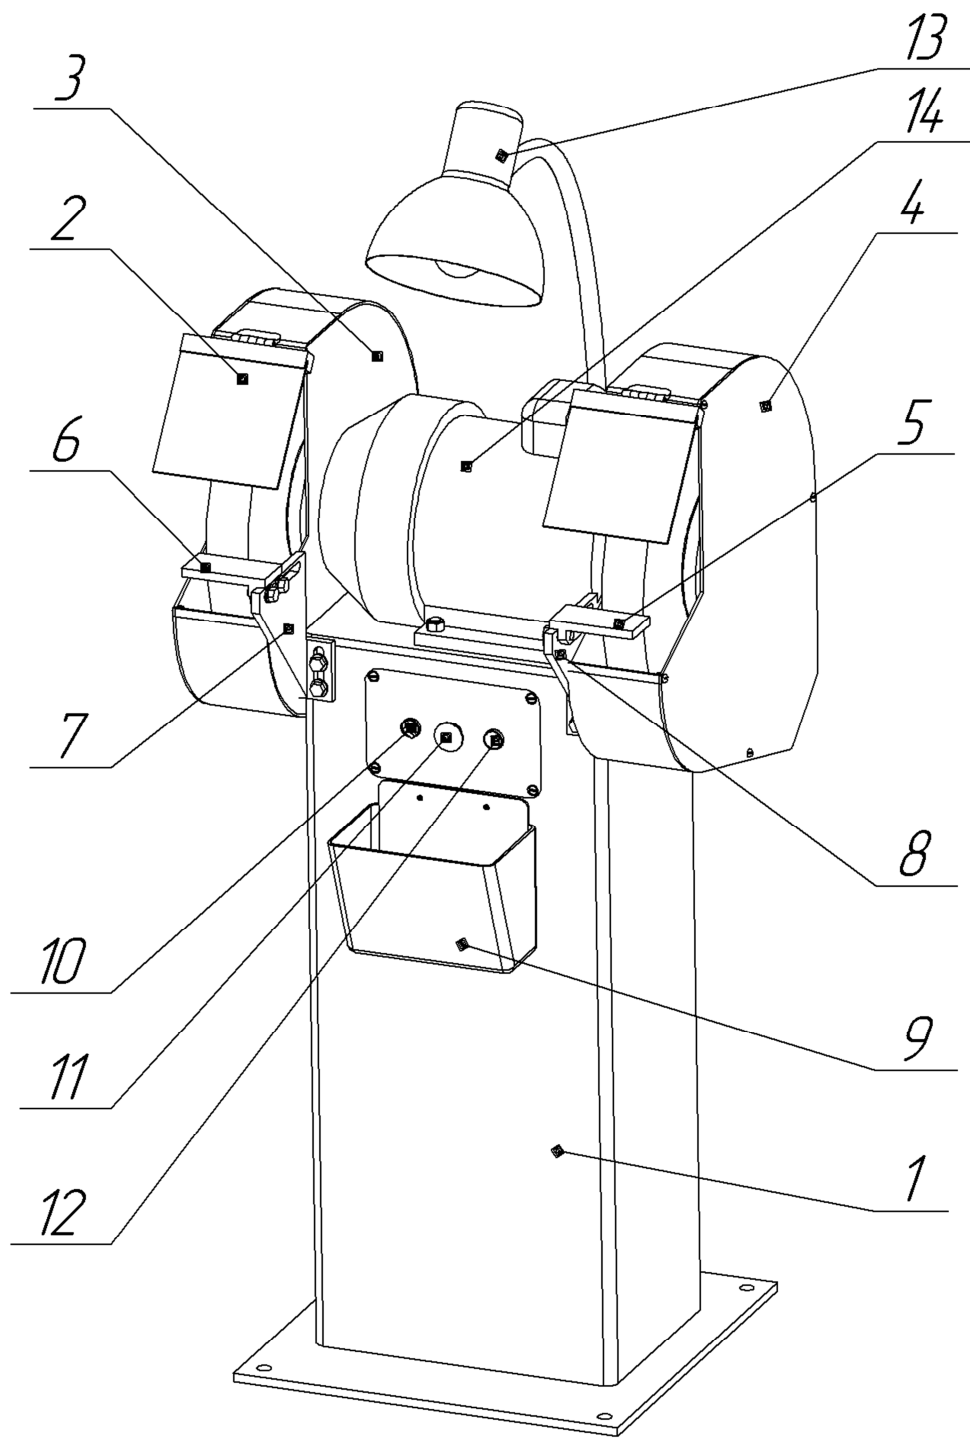

Рис. 4 Общая компоновка станка.
6.1 Изображение станка с обозначением составных частей и основных деталей приведено на рис. 4.
## **6.2 Общая компоновка станков (Рис. 4).**